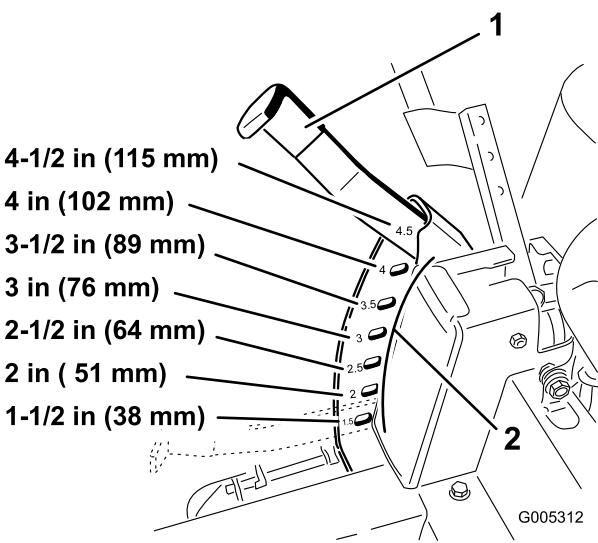

Bild 11
3. Heben Sie den Schnithöhenhebel in die Transportstellung (Schnithöheneinstellung 4.5 von 115 mm) (Bild 11).